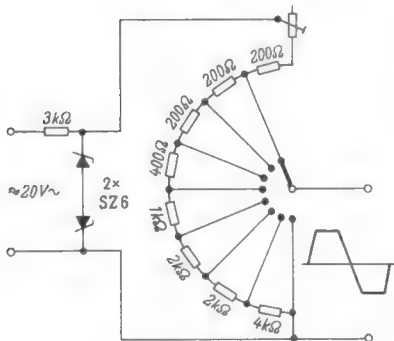

Bild 6. Eichspannungsteiler
3. Die Verstärkung geht in die Eichung ein, sie muß also exakt reversibel sein. Zu diesem Zweck wurde eine Eichspannungsquelle Bild 6 vorgesehen.
Die beiden Zenerdioden in Bild 6 stabilisieren die Eichspannung und ergeben außerdem ein bereits ganz brauchbares Rechteck. Mit Hilfe eines Kellogschalters wird die Eichspannung entweder auf den X- oder den Y-Verstärker gegeben, wobei der andere Eingang stets kurzgeschlossen werden muß. Meßwiderstände sind nicht notwendig, da die Spannung nur wiederholbar, aber nicht absolut genau sein muß. Eine Abstufung
erwies sich als zweckmäßig. Damit ergibt sich die Dimensionierung von Bild 6. Zur besonderen Beachtung sei noch vermerkt, daß die Eichspannung hinter die Phasenschieber geschaltet werden muß.